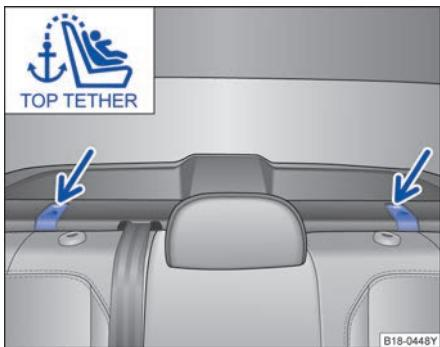

图 38 Top Tether 固定点
- 打开后排座椅后的盖板⇒ 图 38。
- 将上部固定带钩入相应的固定环中⇒ 图 38。